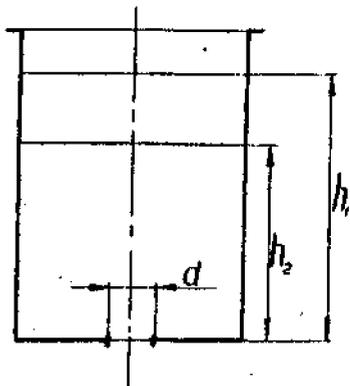

Рис.6.
2. Определить время опорожнения резервуара диаметром D от уровня h_1 до h_2 через отверстие в дне диаметром d /рис.6/.